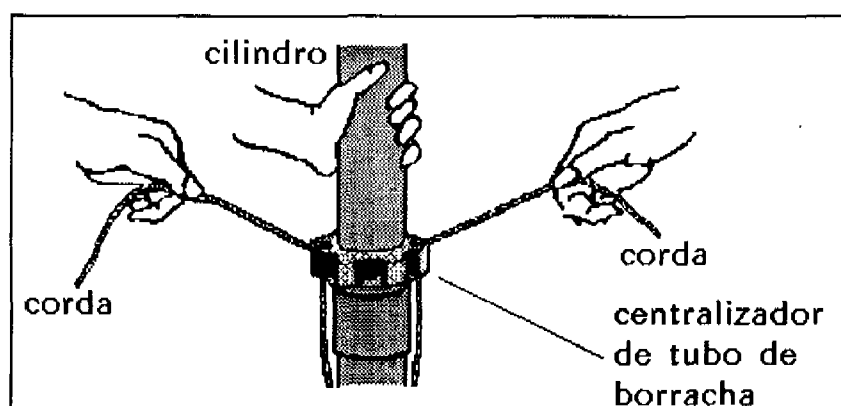

Figura 4
8. Enfie as duas partes da corda, uma de cada lado, pelas duas aberturas no centralizador do cilindro. Veja figura 4.